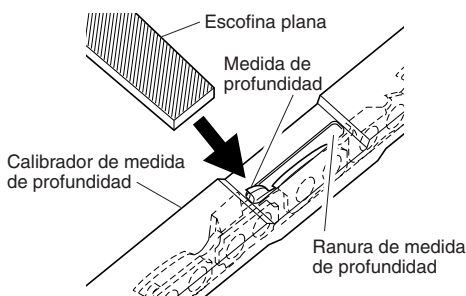

Figura 24 - Calibrador de medida de profundidad en la cadena
1. Coloque el calibrador de medida de profundidad (.635 mm) firmemente a lo largo de dos elementos de corte. Asegúrese de que la medida de profundidad penetra en la ranura del calibrador de la medida de profundidad (vea la Figura 24).